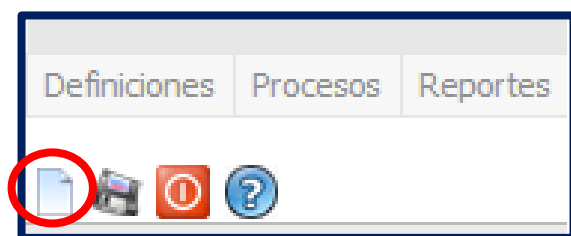

Imagen 27: Icono Hoja en Blanco de la Barra de Herramientas.
4.- Seleccionar el **Icono “Hoja en Blanco”** (imagen 27) el cual se encuentra resaltado dentro de un círculo de color rojo, el cual está ubicado en la **barra de herramientas de la pantalla**, , dicha barra está en la parte de arriba del lado izquierdo. Esta opción nos trae automáticamente el número correlativo que corresponda.